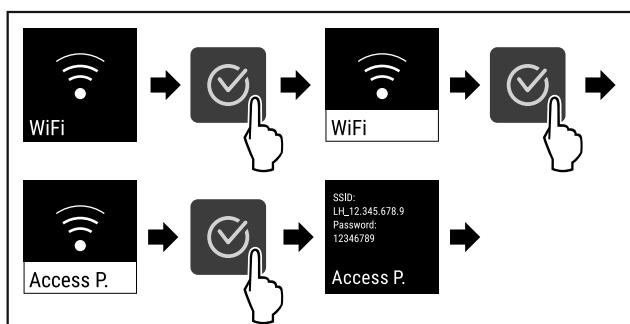

Fig. 74
- Stappen (zie Fig. 74) uitvoeren.